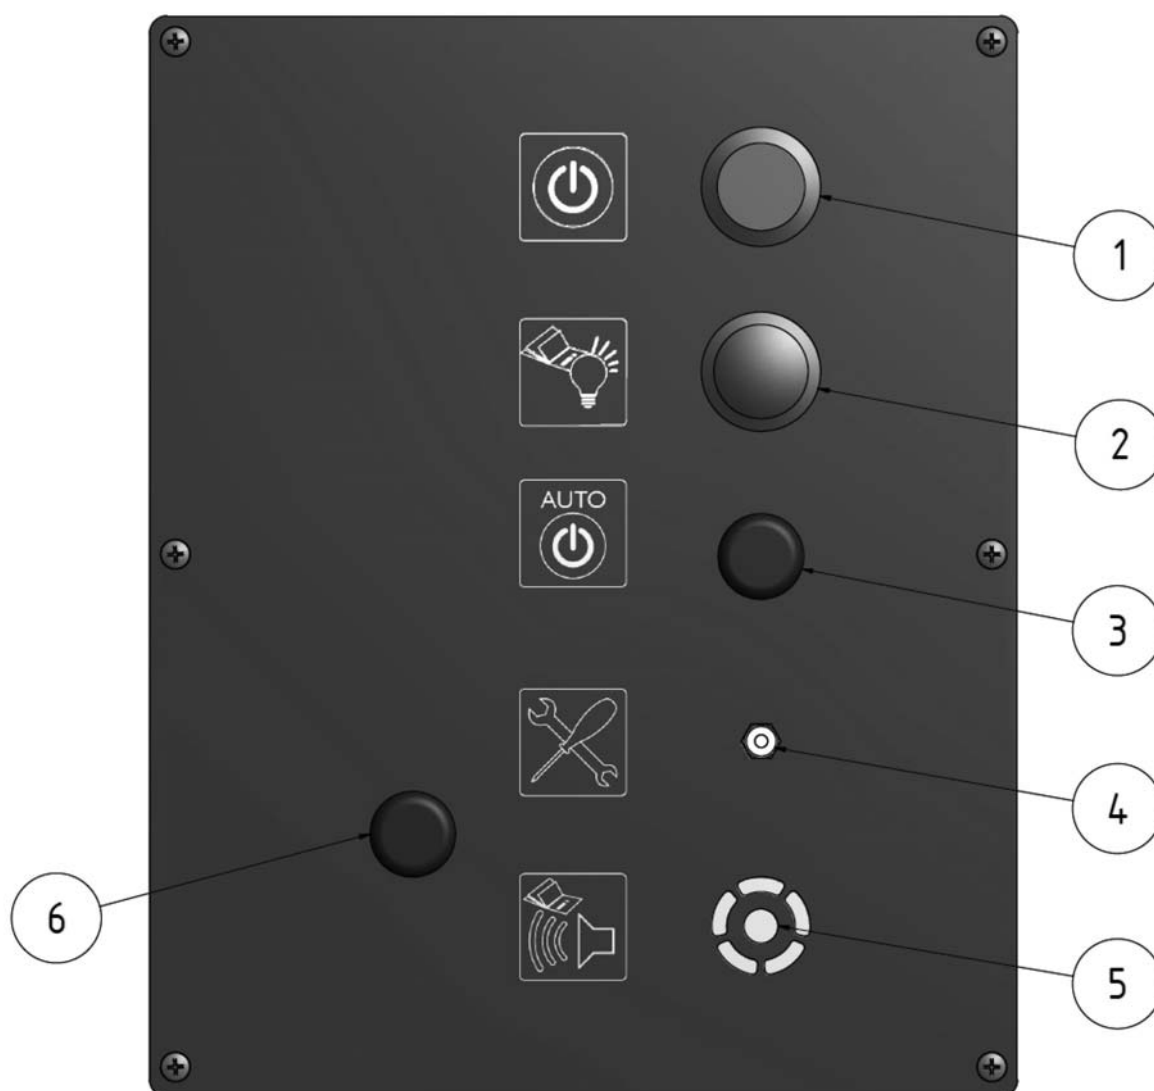

Figure 4, Éléments de commande
- Utiliser uniquement les filtres de rechange d'origine, parce qu'ils garantissent le taux de séparation nécessaire et sont adaptés à l'équipement de filtration ainsi qu'aux paramètres de performance de celle-ci. Arrêter l'appareil ProfiMaster par l'interrupteur (Fig. 4, réf. 1).
- Rebrancher le cordon d'alimentation dans la prise et allumer l'appareil. Le témoin vert de fonctionnement dans l'interrupteur (Fig. 4, réf. 1) doit s'allumer et indiquer ainsi le bon fonctionnement de l'appareil.